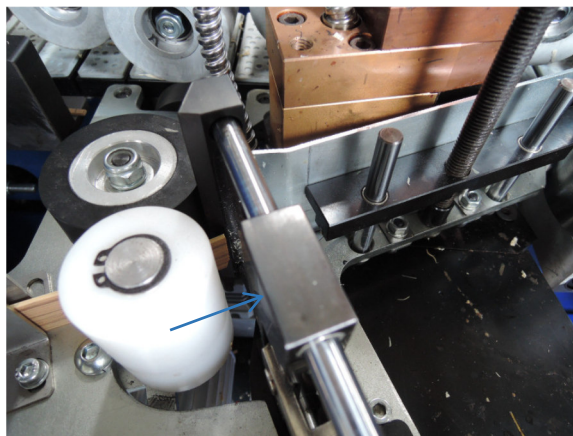

Рис. 5.4.1
5.4 Настройка гильотинных ножниц (Рис. 5.4.1)
1. Вставьте часть ленты (которую вы собираетесь использовать для облицовки) в свободное пространство между регулировочными винтами А (Рис. 5.4.1). Установите крепежную скобу для обеспечения надлежащего давления роликов в зоне контакта.